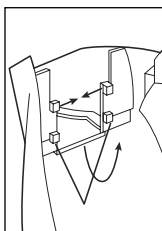

Figura 2
3. Para quitar el deflector del filtro (*Véase la Figura 2*): Quite el filtro, deslice los clips superiores del deflector hacia adentro hasta que se suelten los soportes altos del deflector, deslice el deflector hacia abajo hasta que los clips bajos del deflector suelten los soportes bajos del deflector, después mueva el deflector